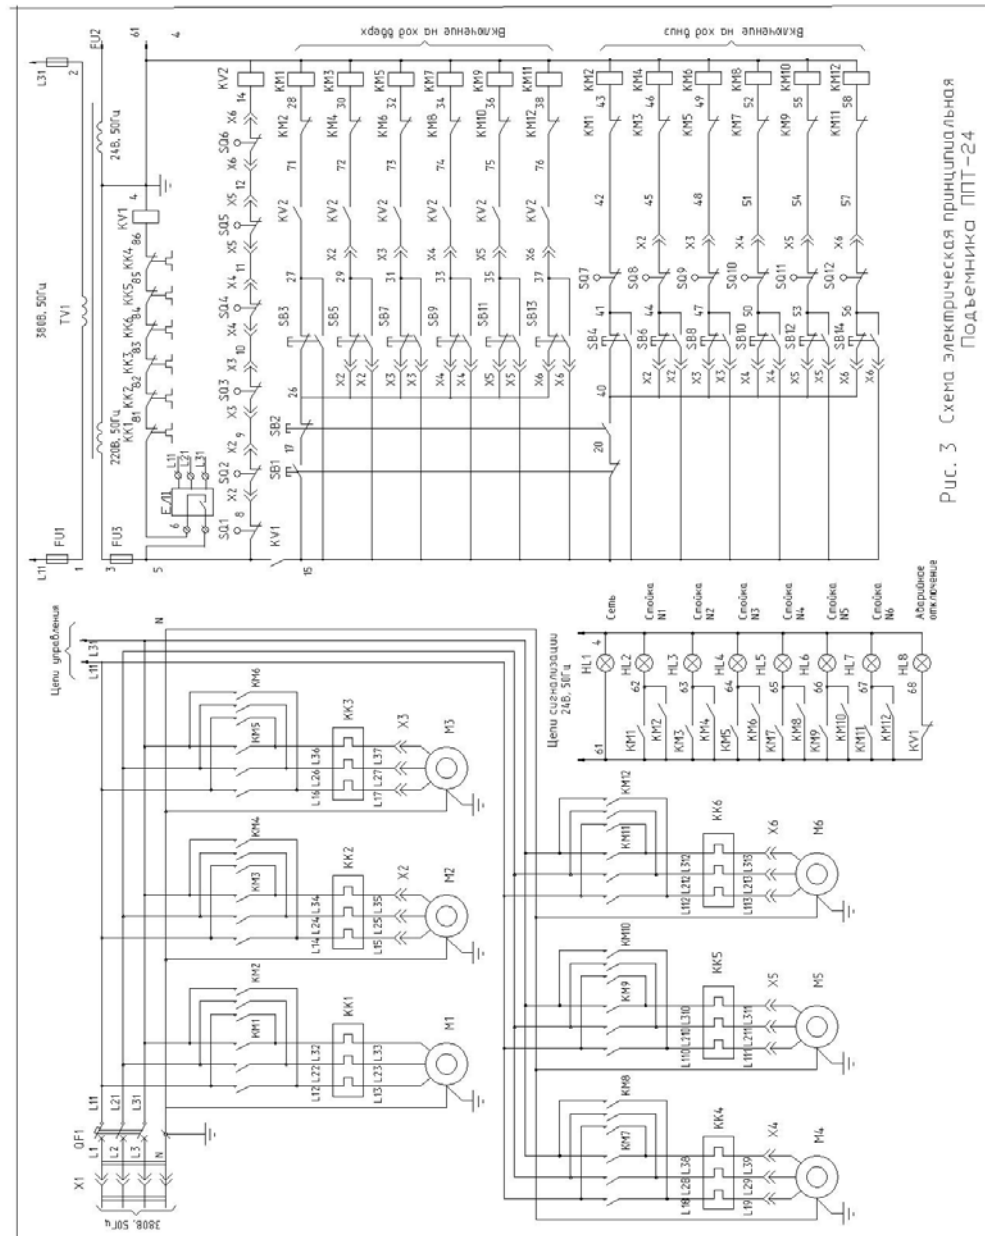

Рис. 3. Схема электрическая принципиальная
4.3. Описание работы схемы электрической (см. Рис. 3). Управление подъемником осуществляется со шкафа аппаратного, установленного на первой стойке.